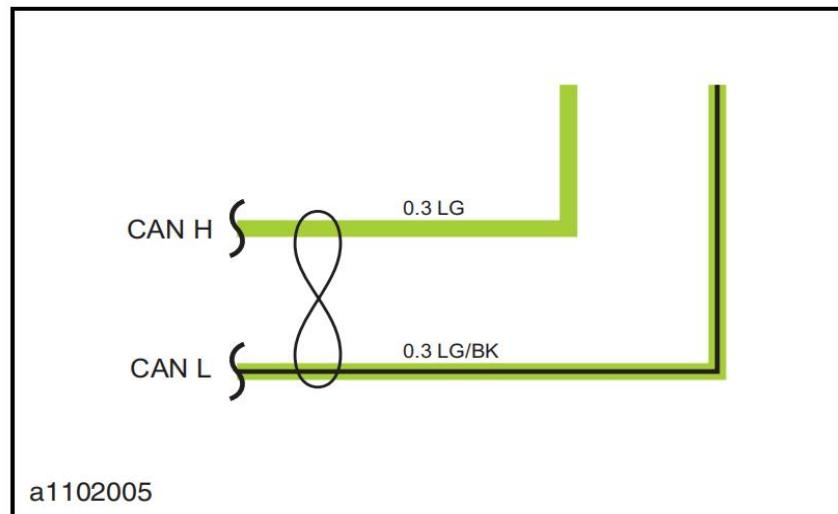

图1-8 双绞线的标识
15.如果电路线与线之间使用 8 字形标识，表示此电路为双绞线，主要用于传感器的信号电路或数据通信电路。如图1-8所示。